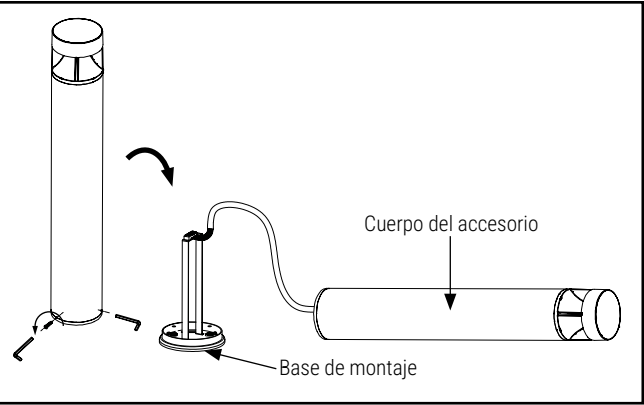

Figure 6.
6. Con la llave hexagonal, afloje los 3 tornillos laterales de la base y separe el cuerpo de la luminaria de la base de montaje. Fig. 6.